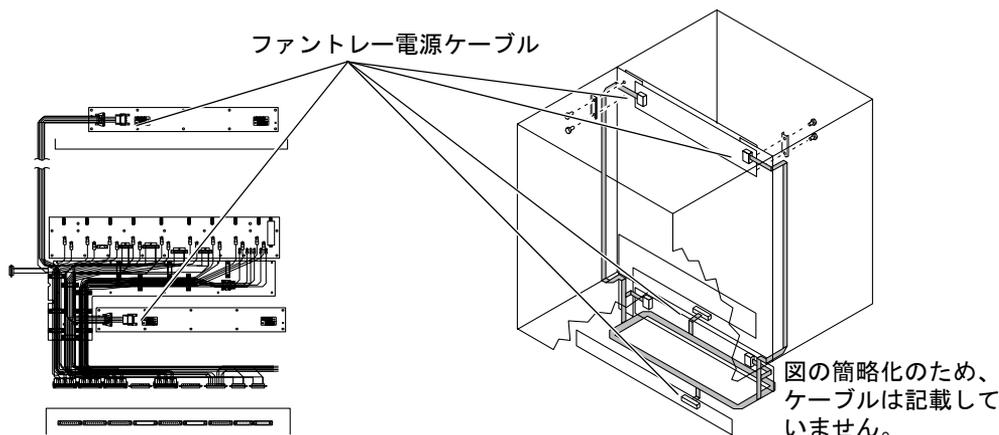

図 16-11 ファントレー電源ケーブル
4. ファントレーの下からシステム内部に手を入れ、48 VDC 電源ケーブル部品をコネクタ留め具に装着された 2 つのファントレー電源ケーブルコネクタに固定している、4 本 (各コネクタに 2 本) のオスのジャックねじを緩めます。詳細は、図 16-11 を参照してください。